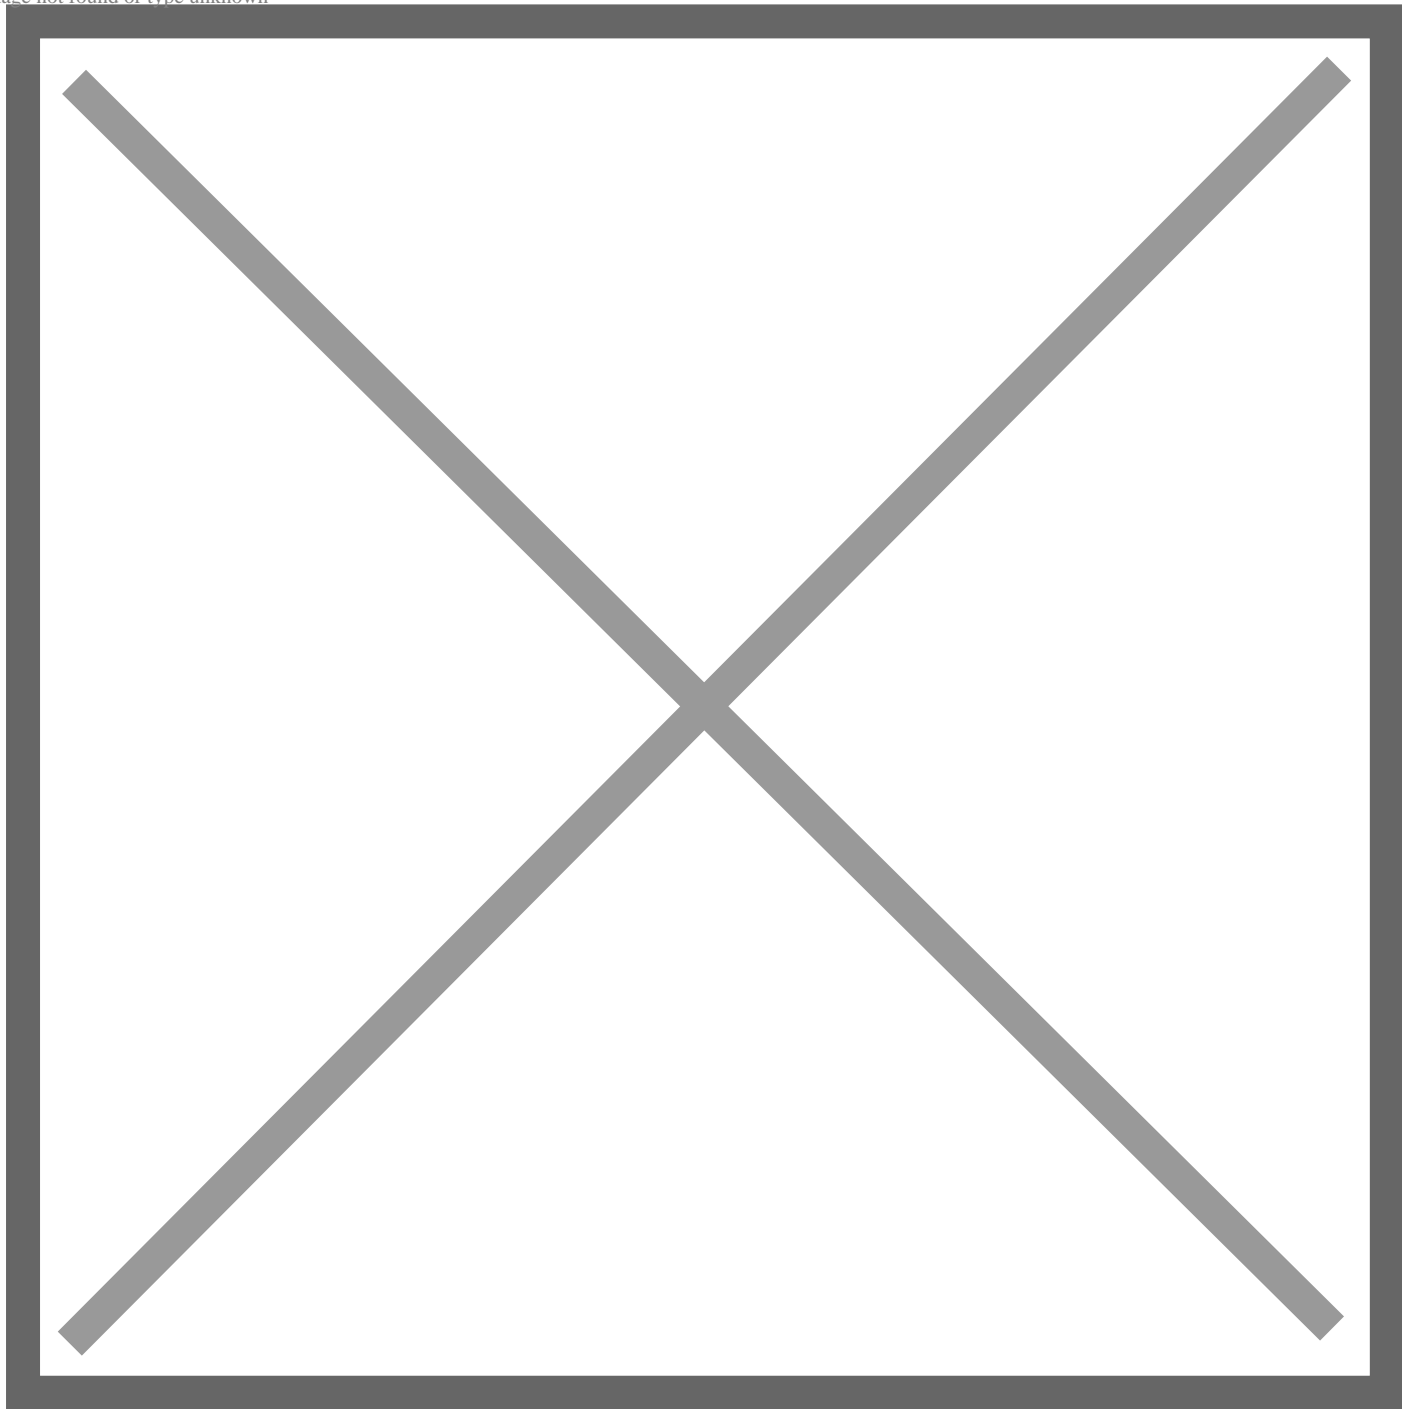

图2 打开DBC解析
2、点击菜单快捷操作中的DBC解析按钮，进入DBC解析界面，如图2所示；